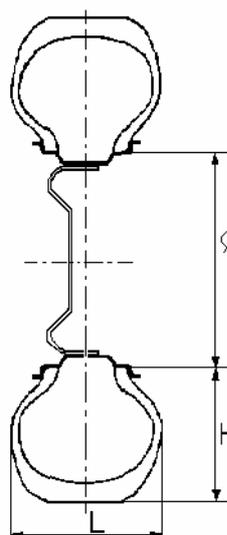

Fig. 8.
- Michelin XVS : 185/70 HR 14 ; (fig. 8)